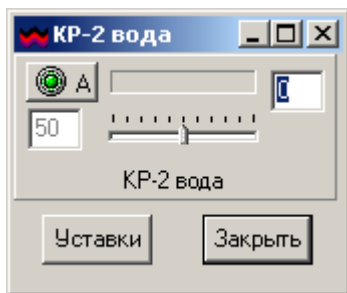

Рис. 3
3.3. Изменение режима работы клапана в автоматический или ручной. Для перевода клапана в ручной режим нажать левой кнопкой мыши по изображению клапана, работающего в автоматическом режиме. Откроется окно управления клапаном (Рис. 3). Нажатием на клавиши «А» система перейдет в ручной режим, на этом месте появится изображение клавиши «Р». Управляя курсором шкалы устанавливается величина процентного открытия клапана, после чего нажимается клавиша «закрыть». В восстановившемся окне АРМ-оператора для данного клапана изменится цвет заливки строки задания с зеленого на красный, что будет означать ручной режим. Для перевода клапана в автоматический режим нажать левой кнопкой мыши по изображению клапана, работающего в ручном режиме. В появившемся окне (Рис. 3). нажатием на клавиши «Р» система перейдет в ручной режим, на этом месте появится изображение клавиши «А», после чего нажимается клавиша «закрыть». В восстановившемся окне АРМ-оператора для данного клапана изменится цвет заливки строки задания с красного на зеленый, что будет означать автоматический режим.